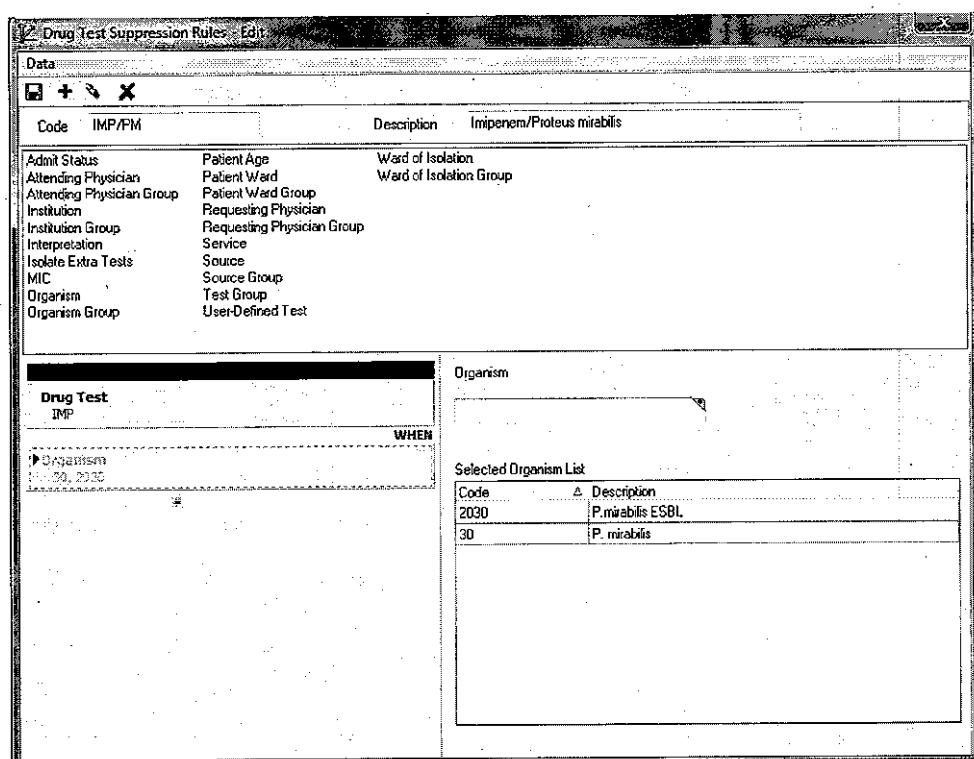

Рисунок 2: Добавлены параметры Организма и условия.
6. Найдите организм **Proteus mirabilis** (Code 30) и дважды щелкните, чтобы выбрать. Повторите эти действия с организмом **Proteus mirabilis ESBL** (Code 2030). Два кода отобразятся в окне Selected Organism List (см. Рисунок 2).